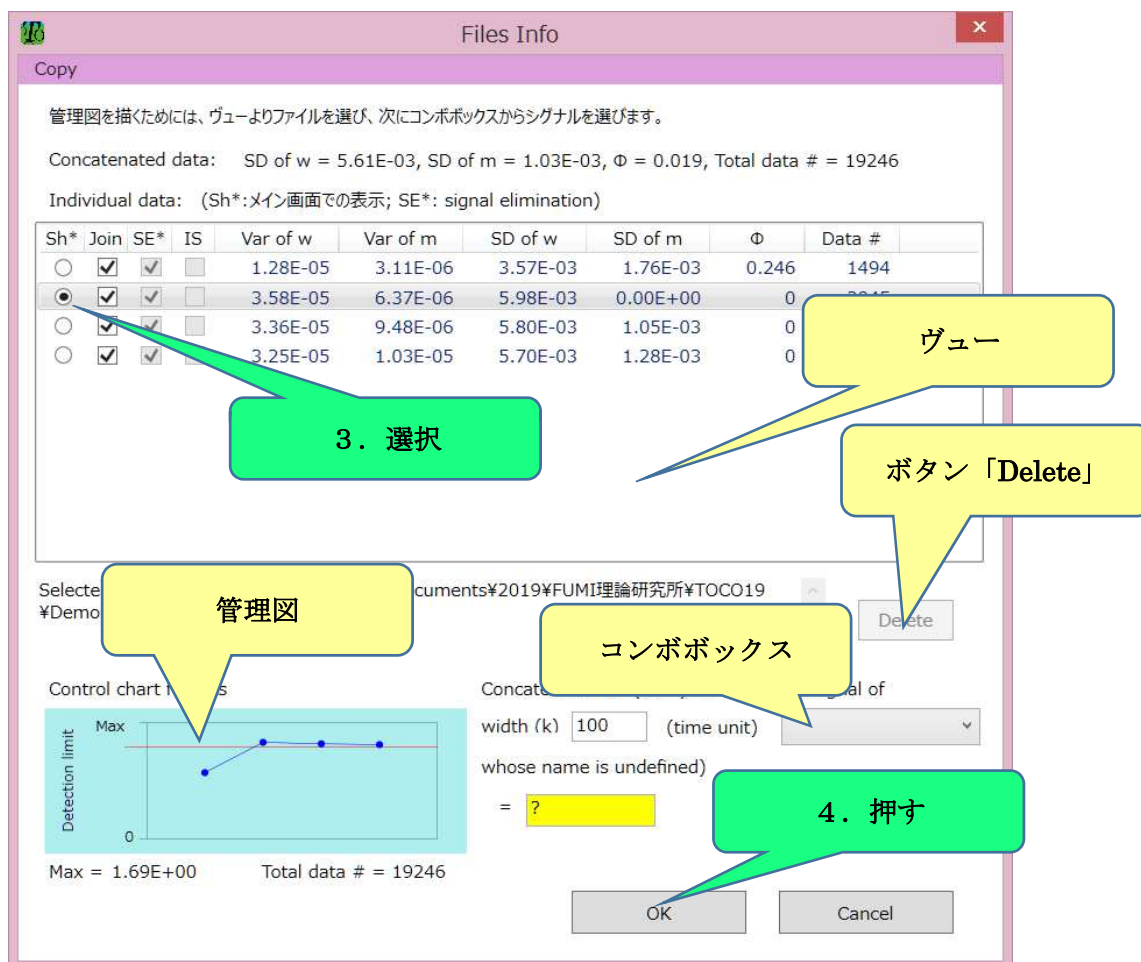

図 15 ウィンドウ「Files Info」
3. 現われたウィンドウ「Files Info」のビューのカラム「Sh\*」（Show の略）からメイン画面で表示したいファイルの●をクリックする（図 15）；
TOCO19 からファイルを消去するためには、ボタン「Files Info」をクリックして現れるウィンドウのボタン「Delete」を使います（図 15）。ビューにあるファイルをクリックして選択状態にし、● Sh を非選択とし ☒ Join を外し、「Delete」を押します。これは「Delete」の候補に挙げただけですから、戻すには「Undo」を押します。「OK」で確定します。